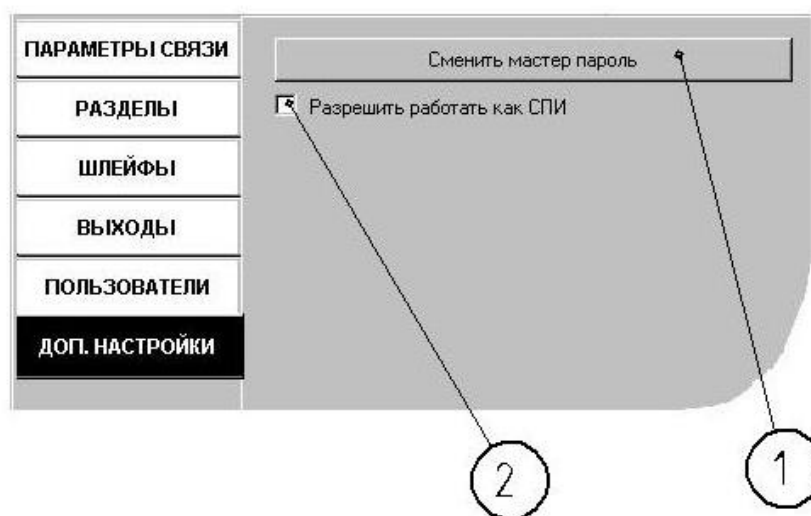

Рис. 9.
17. Кнопка перехода в меню редактирования дополнительных настроек прибора (Рис. 9).